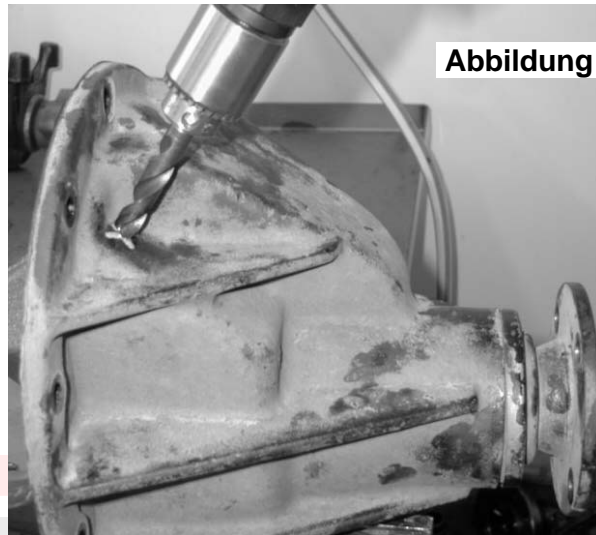

Abbildung 7.
- Bohren Sie mit einem 11.2mm [7/16"] Bohrer von innen ein Loch durch das Differentialgehäuse (siehe Abb. 7.).